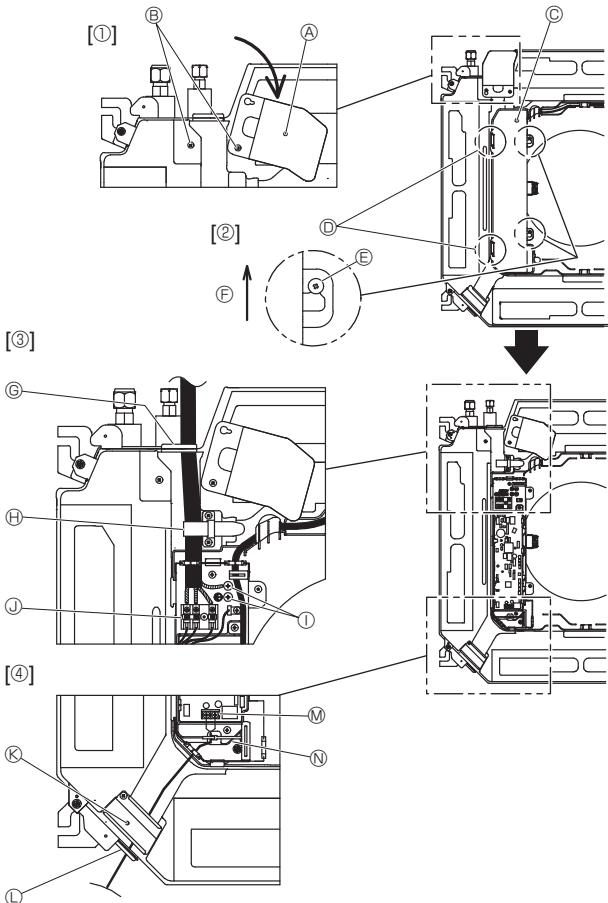
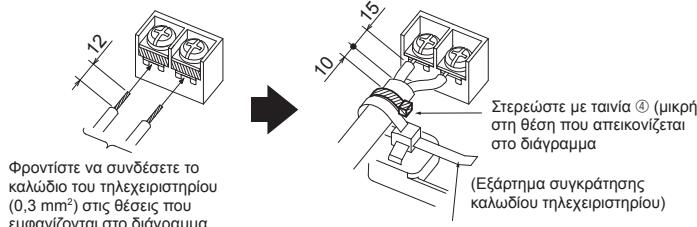

Fig. 6-1
Fig. 6-3
6.1. Indoor unit (Fig. 6-1)
- Ξεσφίξτε τις δύο βίδες που ασφαλίζουν το πλαίσιο συντήρησης της ηλεκτρικής καλωδίωσης και, έπειτα, στρέψτε το πλαίσιο συντήρησης. [Fig. 6-1 ①]
- Ξεσφίξτε τις δύο βίδες που ασφαλίζουν το κάλυμμα του ηλεκτρικού κουτιού και, έπειτα, σύρετε το κάλυμμα. [Fig. 6-1 ②]
- Περάστε το καλώδιο τροφοδοσίας, το καλώδιο σύνδεσης εσωτερικής/εξωτερικής μονάδας και το καλώδιο γείωσης μέσω των εισόδων καλωδίωσης που αναφέρονται στο διάγραμμα. [Fig. 6-1 ③]
Εάν μπορείτε να χρησιμοποιήσετε στρογγυλούς πρεσσαριστούς ακροδέκτες, ακολουθήστε τη διαδικασία στην Fig. 6-3~6-6.
4. Περάστε και συνδέστε το καλώδιο τηλεχειριστηρίου μέσω των αντίστοιχων εισόδων που δίνονται στο διάγραμμα. [Fig. 6-1 ④, Fig. 6-3]